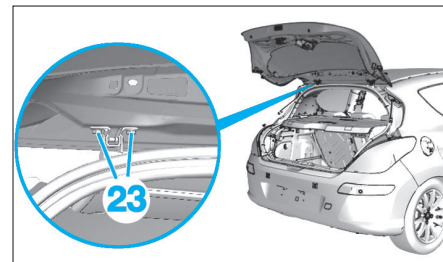

Fig. 177
- les vis de fixation (23) (Fig.177),